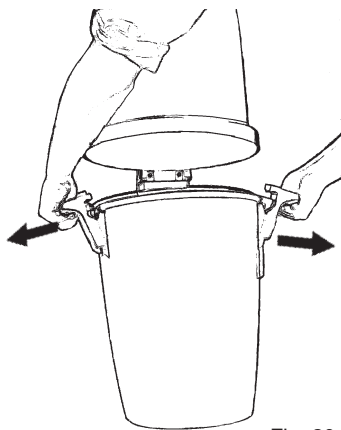

Fig. 20
1. Soltar las dos mangos que sujetan el recipiente de polvo. Destrabarlos tirando de los mangos hacia afuera del recipiente, Fig. 20.